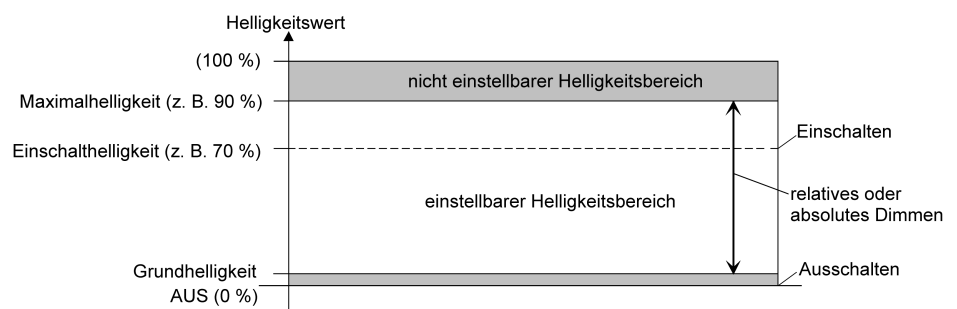

Bild 13: Beispiel eines Helligkeitsbereiches mit Grundhelligkeit
- Definition der unteren Helligkeitsgrenze mit Grundhelligkeit (siehe Bild 13):